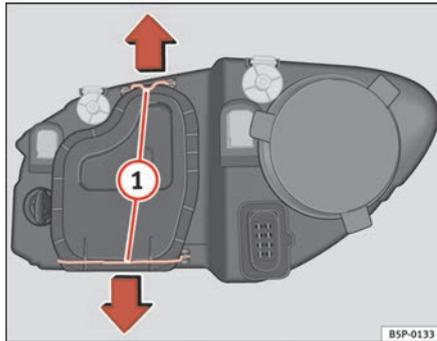

Fig. 164 Luz de cruce
- Desplace los tirantes ⇒ fig. 164 ① en el sentido de la flecha y saque la tapa.